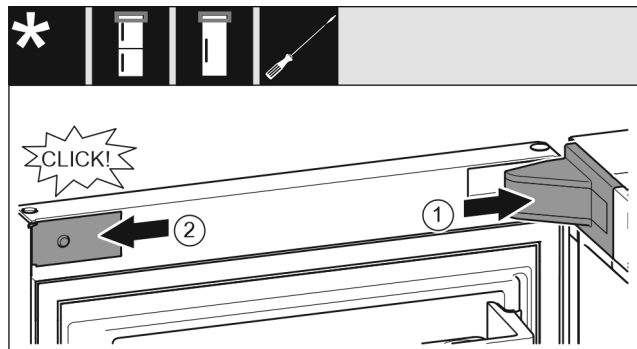

Fig. 21
- Установите и зафиксируйте крышку опорного кронштейна Fig. 21 (1), при необходимости осторожно разожмите ее.
- Установите накладку Fig. 21 (2) сбоку и зафиксируйте.